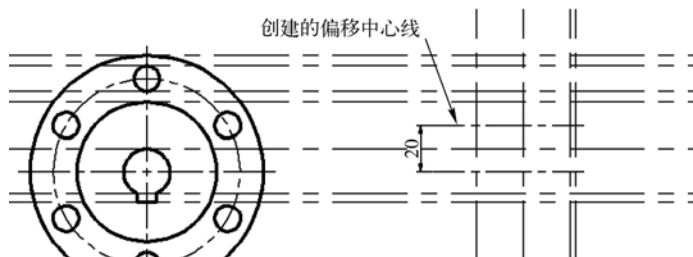

图 8-38 创建偏移中心线
13) 执行偏移操作。执行“修改”→“偏移”菜单命令,或者单击“偏移”按钮,创建如图 8-38 所示的偏移中心线。